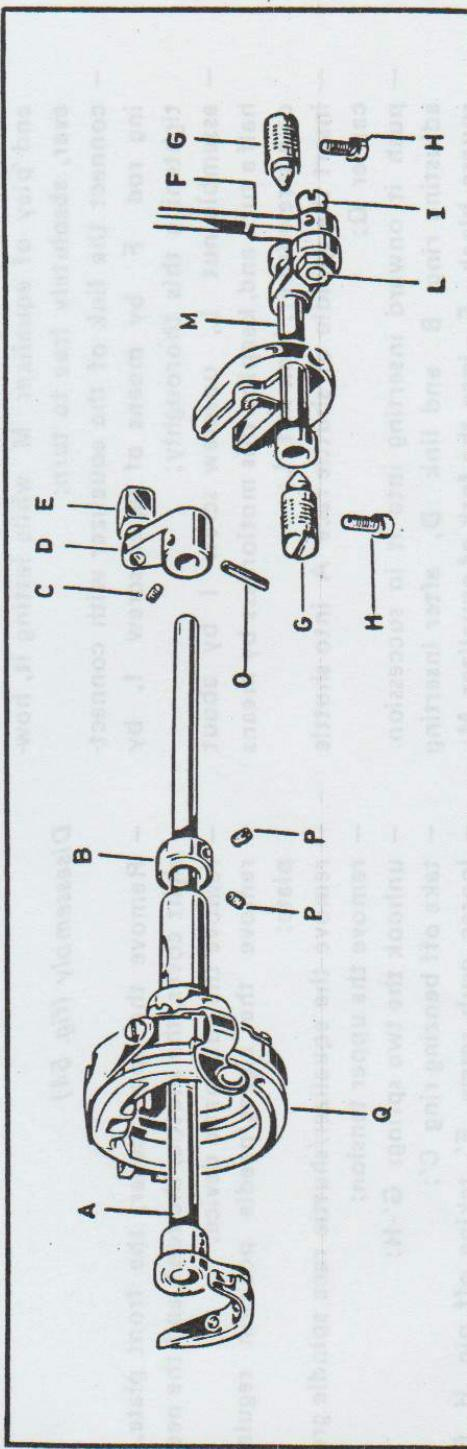

Fig. 53
- Disassembly (fig. 53)*
- Assembly (fig. 53)**
- Disassembly (fig. 53)**